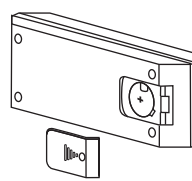

Рисунок 3
3. Нажмите на батарею для установки в отсек полностью (рисунок 3).